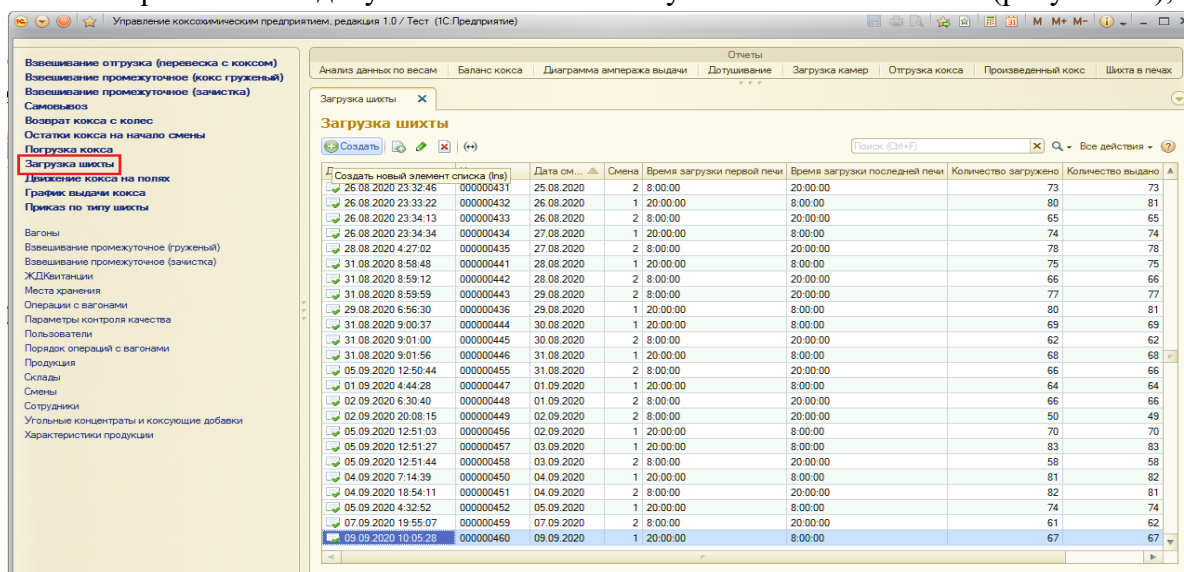

Рисунок 60
3.11.3 открыть список документов нажатием на указатель **Загрузка шихты** (рисунок 60);